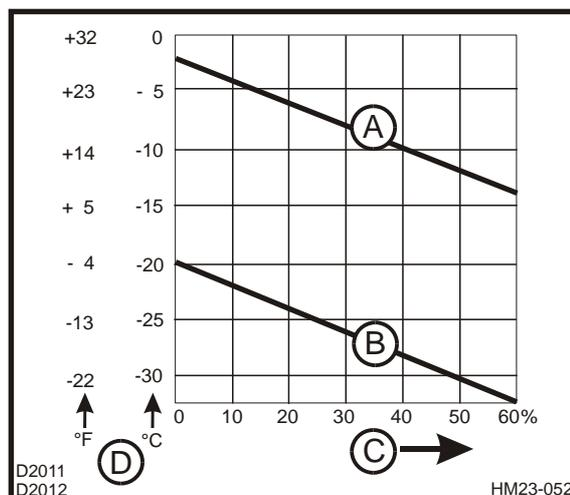

Fig. 36 Tableau des proportions de mélange
- Si vous ne disposez que de carburant d'été ou si vous devez utiliser un carburant d'hiver à très basses températures, nous recommandons d'y ajouter du pétrole (fig. 36) ou un liquéfacteur. Ces mélanges ne doivent être utilisés qu'à court terme, **jamais en service continu**.